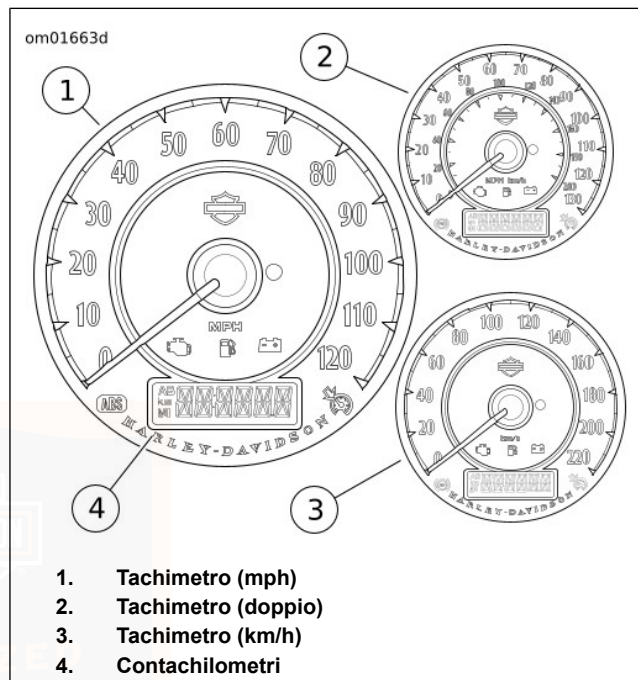

Figura 7. Strumentazione: tutti tranne XL1200CX
Vedere Figura 7. Il tachimetro (1) registra le miglia orarie (modelli per il mercato USA), i chilometri orari (modelli per il mercato internazionale) o in certi mercati, visualizza sia le miglia orarie sia i chilometri orari.
Vedere Figura 7. La finestra del contachilometri (2) si trova sul quadrante del tachimetro.